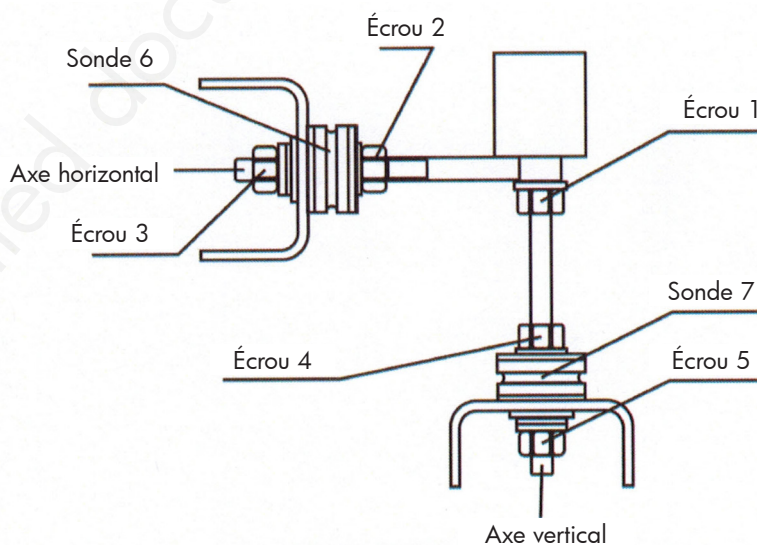

Fig. 18-1
4. Installez la sonde et l'écrou en observant la figure 18-1 (attention au sens de la sonde).